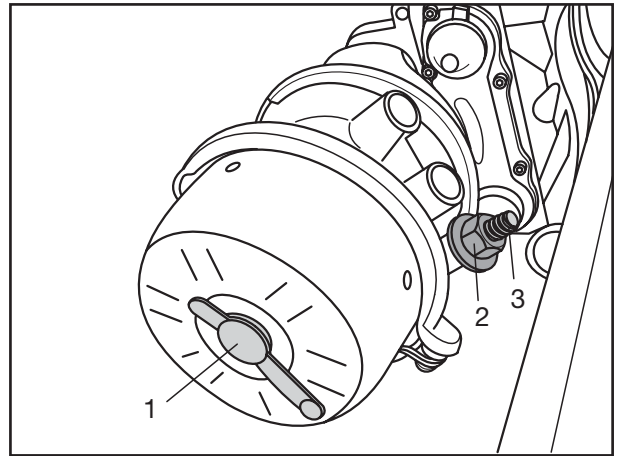

Fig. 4
[10] Verschluss (Fig. 4/1) der Bohrung öffnen.
[11] Mutter (Fig. 4/2) von der Spindel (Fig. 4/3) Spindel schrauben und mit der Scheibe abnehmen.
- [10] Remove the bung (Fig. 4/1) from the end cover.
- [11] Unscrew the nut (Fig. 4/2) from the spindle (Fig. 4/3) and remove it together with the washer.